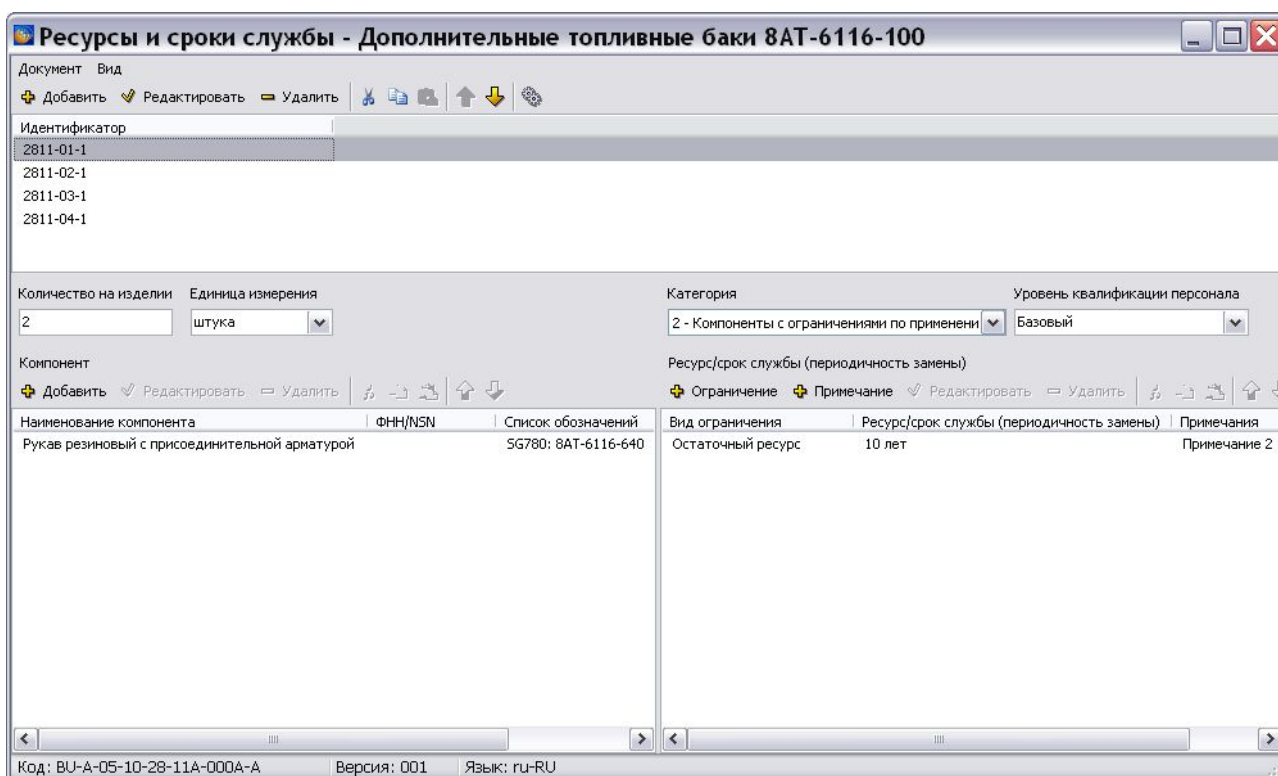

Рис. 10.36
3. Выделите версию модуля данных и нажмите на кнопку  **Редактировать**. При этом откроется окно редактора ресурсов и сроков службы (Рис. 10.36).